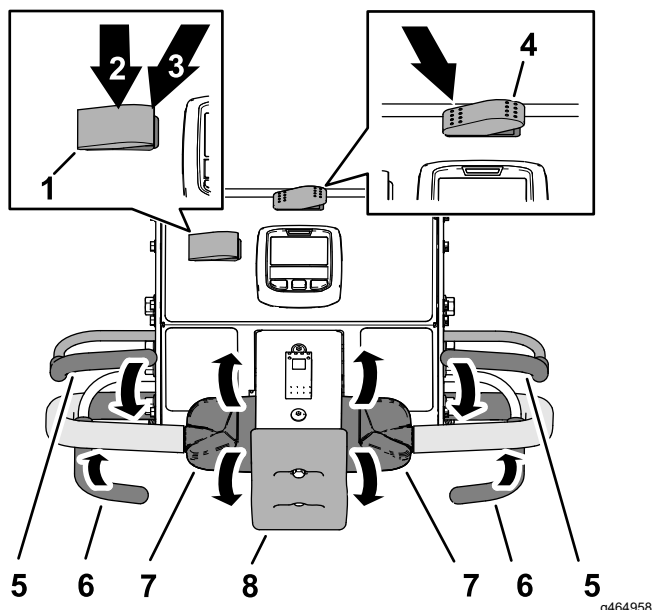

Figura 82
1. Pulse el interruptor de transporte/aireación hasta la posición de AIREAR (Figura 82).